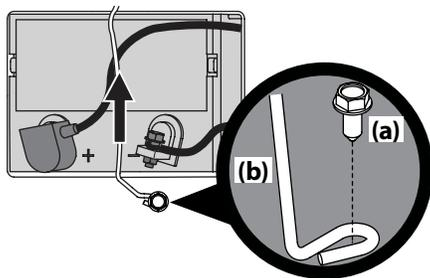

Figura 4-6
1. Extraiga el tornillo de cabeza hexagonal con arandela (a) que sujeta el soporte de sujeción de la batería al marco (b). Luego levante el soporte de sujeción (b) de la batería para liberar la batería. Consulte la Figura 4-6.